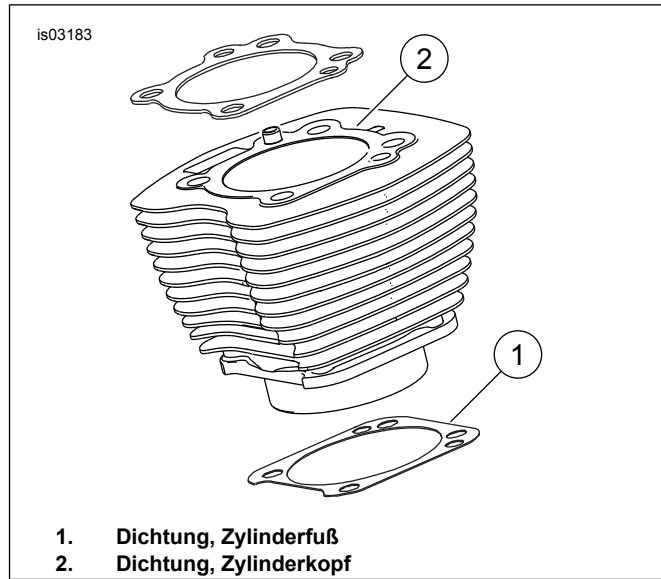

Abbildung 1. Zylinderdichtungen
- Siehe Abbildung 1 >. Die 103,1 mm (4 in) Zylinderfußdichtung (1) und Zylinderkopfdichtung (2) machen die Verwendung von O-Ringen überflüssig. Keine O-Ringe an Zylinderausrichtstiften oder Zylinderaufnahmen benutzen.
- Beim Einbau der neuen Zylinderfußdichtung (1) muss diese mit der geprägten Seite nach unten und der konkaven Seite nach oben eingebaut werden.